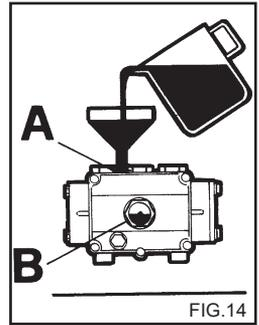

FIG.14
4. Заверните сливную пробку и налейте новое масло через заливную горловину (Рис.14А) пока оно не достигнет необходимой отметки в смотровом окошке (Рис.14В).